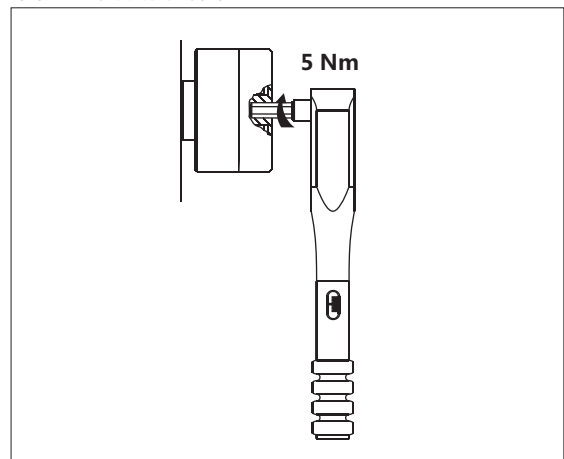

图12：用扭力扳手旋紧外罩
3. 外罩在外壳底部用手轻轻拧紧（不要让罗纹产生毛边！）。用等于 5 Nm（图 12）的紧固扭矩拴紧外罩。